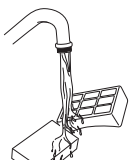

Fig. 23
- 3 Rincez les soigneusement filtre et le cadre dans de l'eau tiède jusqu'à ce que l'eau soit claire. (Fig. 23)